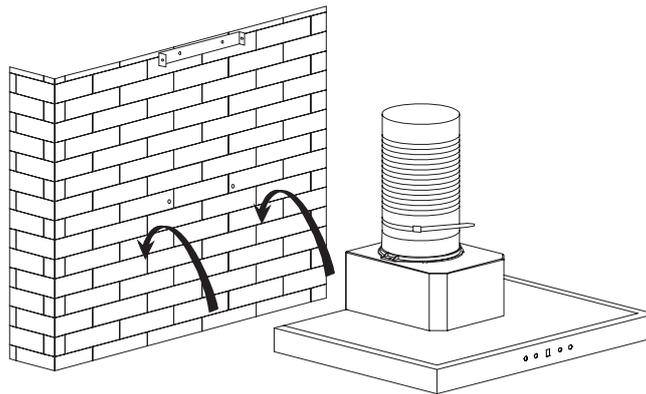

Bild 3
4. Verwenden Sie 2 Stück Schrauben ST4×8mm, um den Auslass an der Geräteoberseite zu befestigen, und befestigen Sie dann das Expansionsrohr mit einem Kabelbinder am Auslass. Siehe Bild 3.